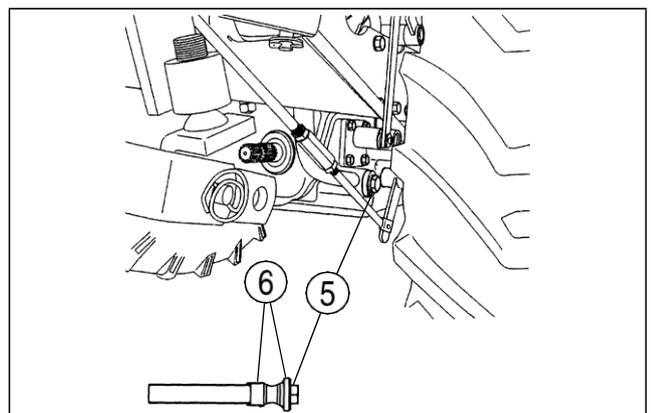

FIG. 5-10
FIG. 5-10: Para limpiar el filtro de aspiración (5) de la transmisión, vacíe el aceite y retire la rueda trasera izquierda. Desenrosque el filtro y limpie la rejilla del filtro en un disolvente de queroseno, deje que se seque y vuelva a colocarlo. Compruebe que las juntas tóricas (6) no estén dañadas.